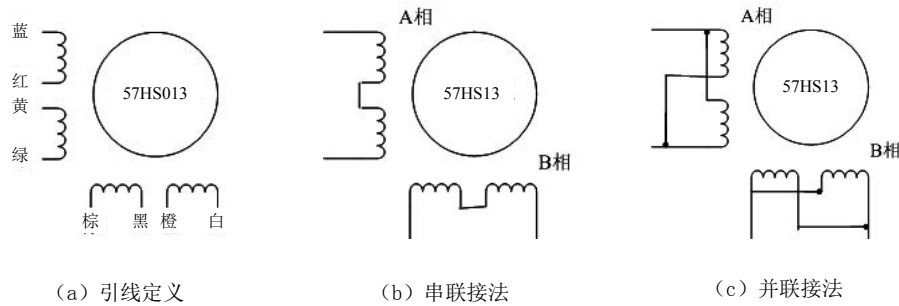

图7 57电机串并联接法
- 2) 相是相对的，但不同相的绕组不能接在驱动器同一相的端子上（A+、A-为一相，B+、B-为另一相），雷赛 57HS13 电机引线定义、串、并联接法如图 7 所示。